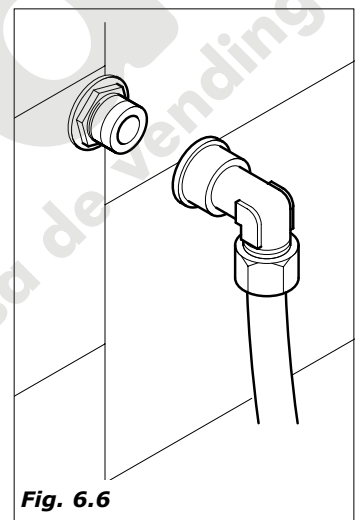

Fig. 6.6
- la conexión prevista es de 3/8 macho (Fig.6.6).